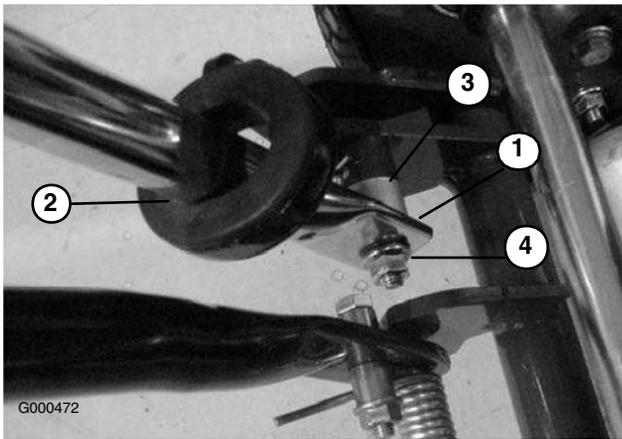

Bild 5
2. Schieben Sie die Griffenden durch die Schlitz in den Griffstützarmen (Bild 5).
3. Drücken Sie die Griffenden nach innen und bauen Sie sie an der Stufe des Schwenkstifts ein (Bild 5).
4. Befestigen Sie den Griff mit der Sicherungsbundmutter und dem Schwenkstift an der Kopfschraube (Bild 5).